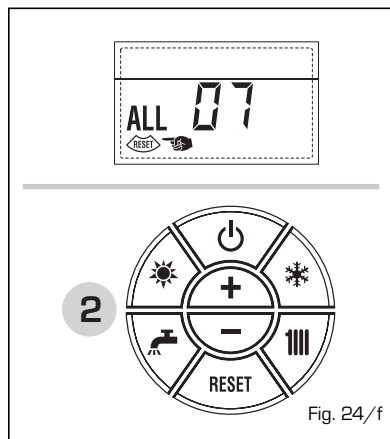

Fig. 24/f
- **ANOMALIA FIAMMA PARASSITA "ALL 08"** (fig. 24/g)